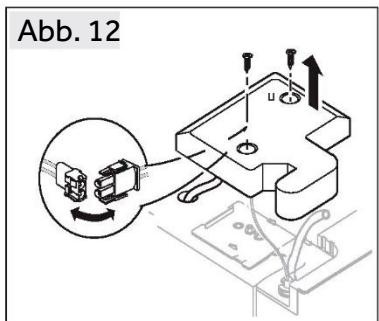

Abb. 12
2. Lösen Sie die Schraube der Scharnierabdeckung und nehmen Sie die Abdeckung ab (Abb. 12). Wenn Sie die Gefrierschranktür abnehmen, trennen Sie alle Drähte mit Ausnahme des Erdungsdrähtes ab.